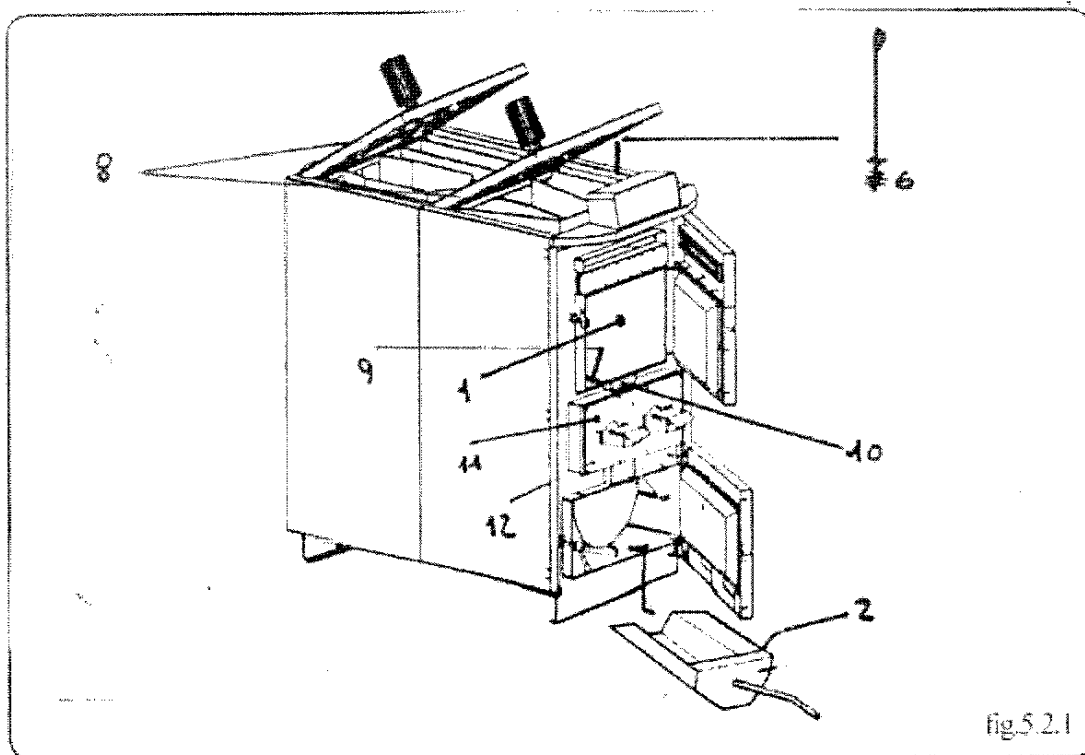
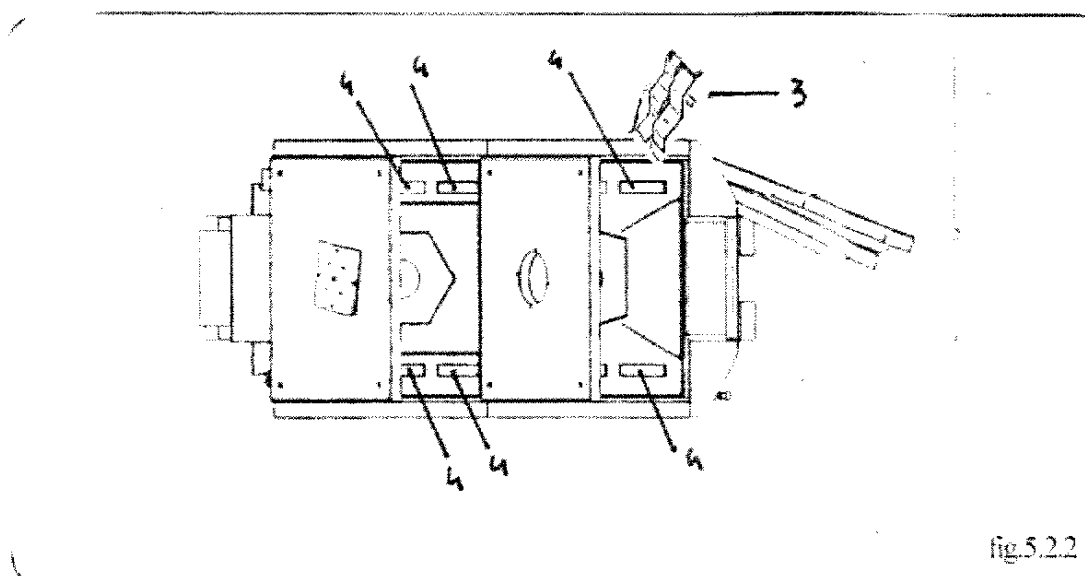

fig.5.2.1
fig.5.2.2
- Prima di eseguire qualsiasi manutenzione è obbligatorio, togliere tensione (vedere targhetta fig.5.2.2 pos.13) ed aspettare che la caldaia raggiunga la temperatura ambiente.
5.2 - Pulizia ordinaria (fig.5.2.1 fig.5.2.2)
- Prima del caricamento rimuovere il letto di braci per agevolare la caduta delle ceneri stagnanti nel deposito legna (pos.1).
- Ogni 2-3 giorni asportare la cenere dalla portina inferiore con la pala in dotazione (pos.2).
- Ogni 7 giorni rimuovere ogni residuo di combustione dal deposito legna (pos.1).
- Ogni 7 giorni pulire i condotti fumi della caldaia aprire i coperchii (pos.8) e raschiare con l'apposito scovolo (pos.6) l'interno dei canali ovali (pos.4) dopo aver rimosso i turbolatori (pos.3).
- Pulire le fessure della griglia nel deposito legna (pos.9).
- Before carrying out any maintenance work, switch the system off (see plate fig.5.2.2 pos.11) and wait until the boiler reaches the room temperature.
5.2 - Routine cleaning (fig.5.2.1 fig.5.2.2)
- Before filling the boiler with wood, remove the ember bed to help the ashes remained in the wood store to pass into the lower ash container (pos.1).
- Every 2-3 days, remove ash through the lower door, using the supplied shovel (pos.2).
- Every 7 days, remove any residual combustion products from wood store (pos.1).
- Every 7 days clean the boiler fume ducts; remove the cover (Pos. 8), lift the fan unit (Pos. 5) and rub by means of the tube-brush (Pos. 6) the inside part of the oval ducts (pos. 4) after having removed the swirl units. Clean the max. fume thermostat probe using a suitable brush (pos. 14). Clean the grate slots in the wood store chamber (Pos. 9).
5.4 - Pulizia dei distributori aria (fig.5.2.1)
-Controllare ed eventualmente pulire i fori di adduzione dell'aria (pos.10).
-Rimuovere il coperchio (pos.11) della scatola distributore aria, svitando le apposite viti (pos.12) pulire le intercapedini e le condutture d'aria.
5.4 - Cleaning air distributors (fig.5.2.1)
La caldaia lascia uscire fumo	<ol style="list-style-type: none"> 5) È stato rimosso il coperchio superiore 1) Controllare che la canna fumaria sia ben pulita, ben dimensionata e con la giusta depressione. 2) Controllare che i passaggi fumo siano puliti. 3) Controllare che le portine (pos.7-8 fig.1.5.1 par.1.5) siano ben chiuse. Se le guarnizioni non chiudono perfettamente va registrata la corsa delle cerniere all'interno del portellone. 4) Controllare che le maniglie del coperchio (pos.8 fig.5.2.1 par.5.2) siano strette.
La fiamma è troppo piccola. La caldaia non raggiunge la temperatura.	<ol style="list-style-type: none"> 1) Controllare che la legna sia ben disposta all'interno della camera di gassificazione (pos.1 fig.1.5.1 par.1.5). 2) Ricordarsi che la legna deve essere della lunghezza consigliata (par.4.1). 3) Caricare la caldaia con tronchetti di pezzatura medio-grande 15-20 cm, unitamente a tronchetti di pezzatura medio-piccola 5-7cm. 4) Controllare la regolazione dell'aria comburente (vedi par. 4.4). 5) Verificare le condizioni della canna fumaria (vedi par. 2.10). 6) Verificare che il barrotto spartifiamma (pos.7 fig.5.2.1 par.5.2) sia nella sua sede.
Fumes escape from the boiler	<ol style="list-style-type: none"> 1) Ensure chimney flue is clean, well dimensioned and with the correct depression. 2) Ensure flue gas pipelines are clean. 3) Ensure ports (pos. 7-8 fig. 1.7 Chap. 1.7) are closed. If sealing is poor, adjust the hinges inside the door. 4) Ensure the handles of the cover (pos. 8 fig. 5.2.1 Chap. 5.2) are tighten
Flame is too small. Boiler does not reach set temperature.	<ol style="list-style-type: none"> 1) Check the correct storage of the wood into the gasification chamber (pos. 1 fig. 1.5.1 chap. 1.5) 2) Remember to use wood of recommended length (Chap. 4.1) 3) Load the boiler with medium-large logs of 15-20 cm, mixed with medium-small logs of 5-7 cm. 4) Check the adjustment of the comburent air (see chap. 4.4) 5) Check the state of the chimney flue (see chap. 2.10) 6) Check that the flame baffle rod (Pos. 7 Fig. 5.2.1 Par. 5.2) is in its seat.